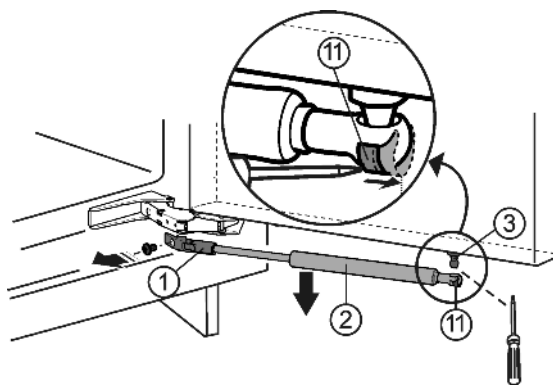

Fig. 3
- ▶ С помощью отвертки сдвиньте натяжную пружину Fig. 3 (11) наружу.
- ▶ Снимите амортизатор закрывания дверей Fig. 3 (2) вниз.
- ▶ Открутите держатель Fig. 3 (1).
- ▶ Открутите шаровую головку Fig. 3 (3) (Torx® 20).